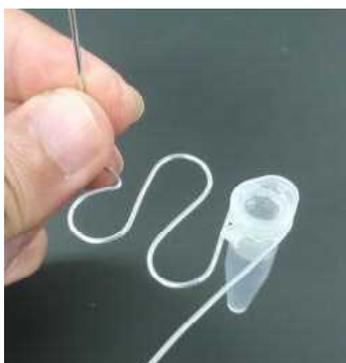

図2 ループの作り方
- ① 針金を30cm程度の長さに切断する。
- ② 片端から10cmのところを直角に曲げる。
- ③ 図2のように、針金にマイクロチューブを押し当てながら、マイクロチューブの径に合わせた針金のループを少なくとも4つ作成する。